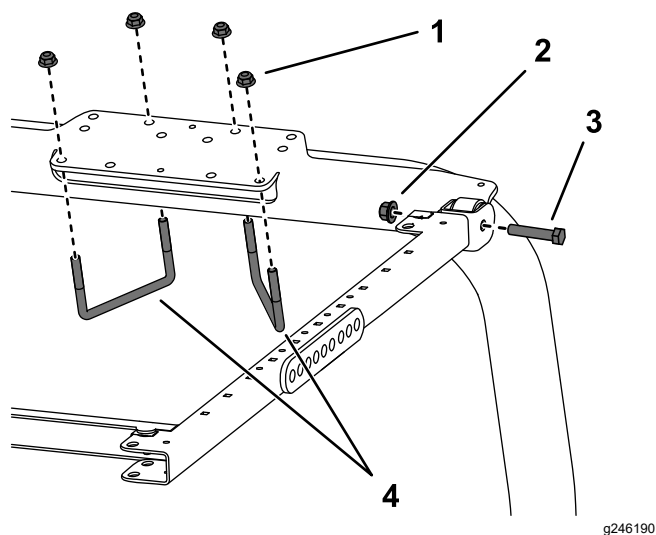

Рисунок 31
7. Установите монтажный кронштейн ROPS на верхнюю часть защитной дуги тягового блока (**Рисунок 31**). Убедитесь в том, что защитная дуга находится в центральном положении в монтажных кронштейнах ROPS.
8. Используя монтажные отверстия, показанные на **Рисунок 31**, прикрепите каждый монтажный кронштейн ROPS к верхней части